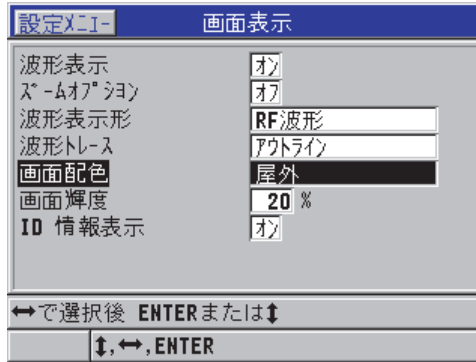

図 4-4 表示設定画面
2. 表示画面（57 ページの図 4-4 を参照）で、希望のパラメーターと以下のパラメーターの値を選択します。
2. 表示設定画面（57ページの図 4-4を参照）で、画面配色を室内または屋外に設定します。
2. 表示設定画面（57 ページの図 4-4 を参照）で、画面輝度を希望するレベルに設定します。